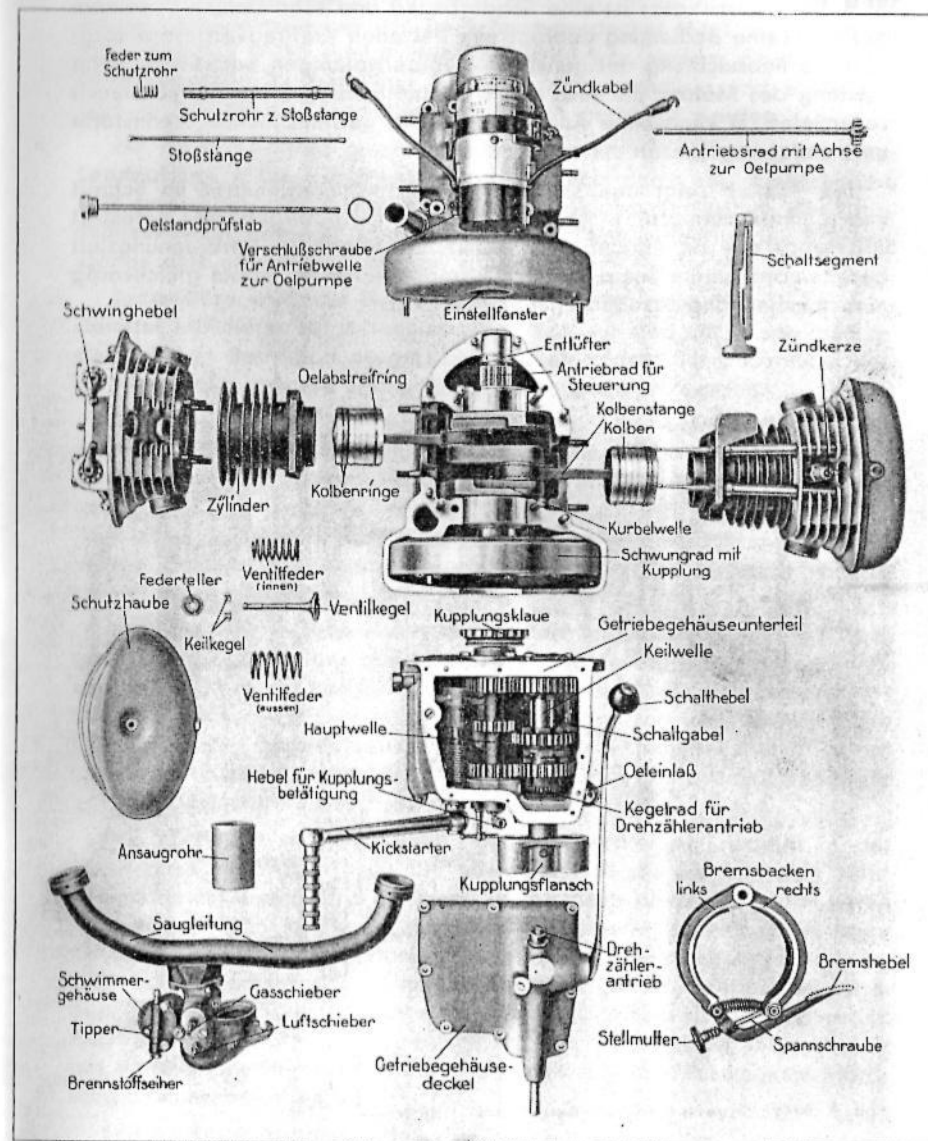
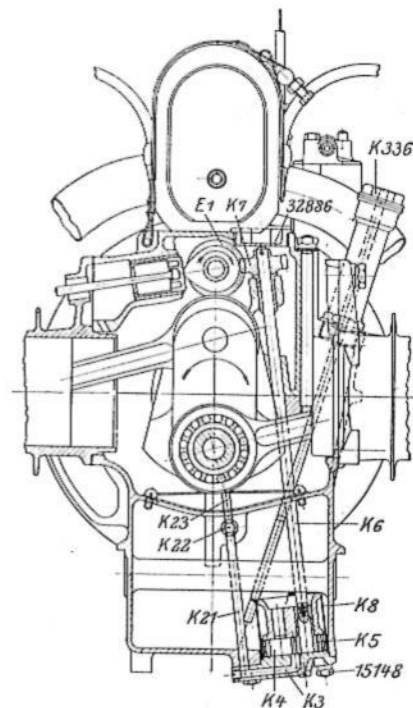
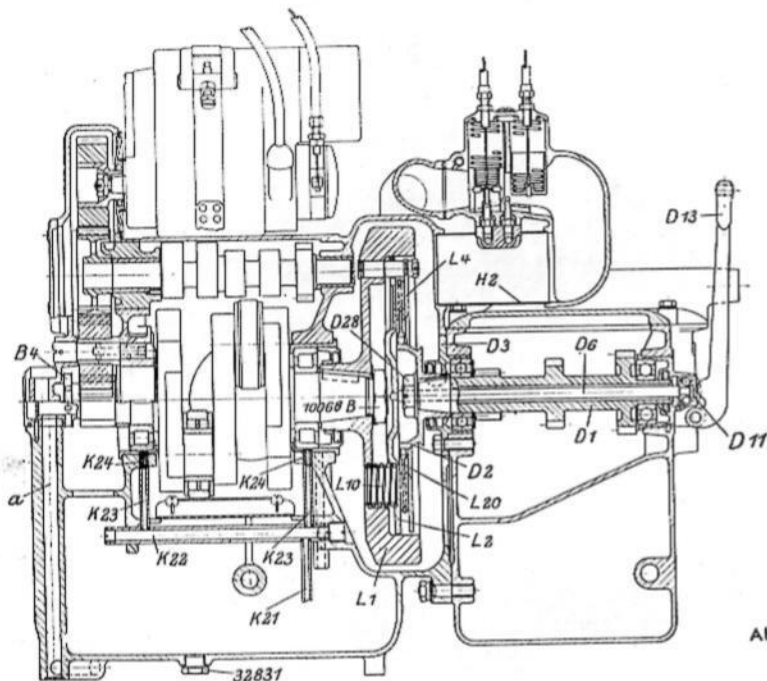
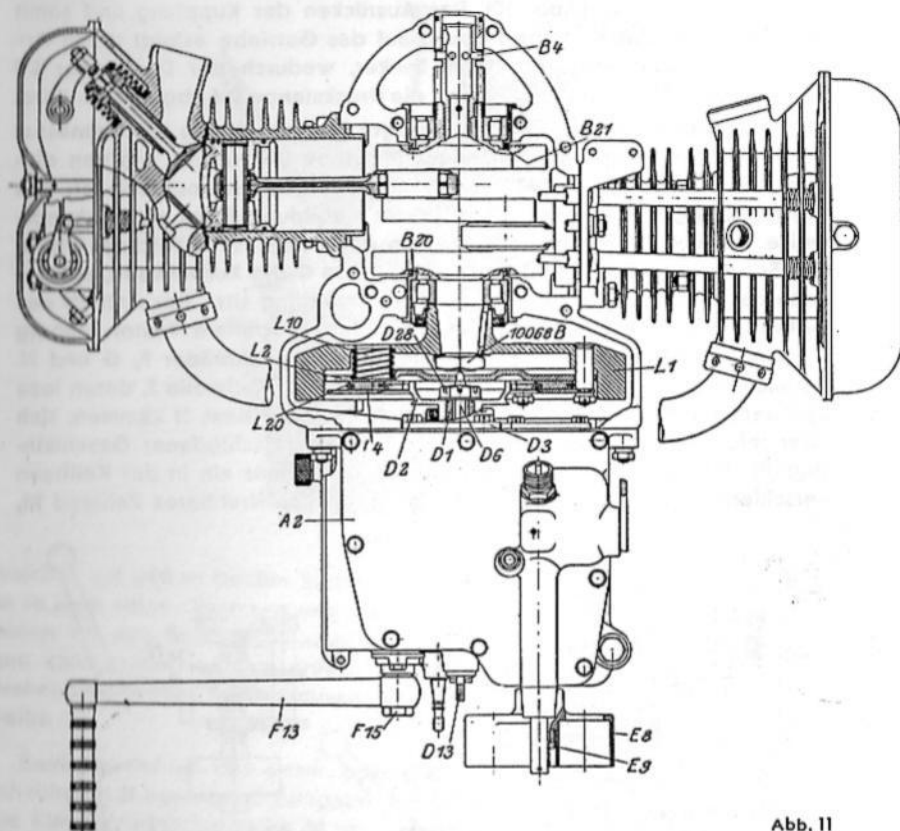

Abb. 6. Der Motor vom Rad R 57 in seine Hauptteile zerlegt
Abb. 9
Abb. 10
Abb. 11
7. Entlüftung: Die Entlüftung des Kurbelgehäuses ist durch einen Drehschieber **B 4** (Abb. 10 u. 11) gesteuert, der von dem vorderen Kurbelwellenende aus angetrieben wird. Der im Motorgehäuse durch das Einwärtsgehen der Kolben entstehende Überdruck wird durch die in das Gehäuse eingegossene Leitung **a** ins Freie geführt. Auf diese Art wird im Motorgehäuse ein geringer Unterdruck erzielt, der ein Austreten von Öl an den Trennfugen des Motorgehäuses wirksam verhindert.
spruchung sichergestellt ist. Eine im Motorgehäuse unterteil eingebaute Zahnradpumpe (Abb. 9) saugt durch einen Seiherr **K8** das Öl durch die Tätigkeit der beiden Zahnräder **K5** und **K4** an, von denen das erstere mittels einer Welle **K6** und Schneckenrad **K7** von der Schnecke **E1** auf der Steuerwelle angetrieben wird. Das Öl wird durch eine Bohrung im Deckel **K3** in das Steigrohr **K21** gedrückt und gelangt in das Ölverteilungsrohr **K22** (Abb. 10) und von hier durch die senkrechten Ölrohre **K23** und die kalibrierten Öldüsen **K24** zu den Verteilerrinnen der Lagerbüchsen **B 20** und **B 21** (Abb. 11), von wo es dann durch Schleuderwirkung in die hohlgebohrten Zapfen der Kurbelwelle und von hier den Pleuellagern zugeführt wird. Die Schmierung der Kolben und Kolbenbolzen erfolgt durch das von der Kurbelwelle gegen die Zylinderwandungen geschleuderte Öl.
Wichtig! Vor Auseinandernehmen der Motorgehäusehälften zuerst Verschlussschraube 32886 entfernen, dann Antriebswelle K 6 mit Schneckenrad K 7 mittels Flachzange herausziehen. Hiernach können die Motorgehäusehälften auseinandergenommen werden. (Abb. 9.)
10. Kupplung: Als Kupplung dient eine in Abb. 10 und 11 im Schnitt gezeigte Einscheibenkupplung. Der treibende Teil ist das Schwungrad **L 1**, das auf dem Konus der Kurbelwelle aufgekeilt und durch Mutter **10168 B** gesichert ist. Sechs auf der Scheibe des Schwungrades sitzende Druckfedern **L 10** liegen mit ihrem anderen Ende in Vertiefungen eines Drucktellers **L 2** und pressen diesen gegen eine beiderseitig mit Reibbelag versehene Zwischenscheibe **L 20**. Hierdurch drückt letztere gegen die nicht verschiebbare Schlußscheibe **L 4** und nimmt diese bei der Drehung des Motors mit. Die Zwischenscheibe **L 20**, die auf der Kupplungsklaue **D 2** sitzt, überträgt somit die Drehung auf die Hauptwelle **D 1** des Getriebes.
und Druckstück **D 11** (Abb. 10). Das Ausrücken der Kupplung und somit Unterbrechung der Kraftübertragung auf das Getriebe erfolgt durch Anziehen des Betätigungshebels am Lenker, wodurch der Druckteller **L 2** von der Zwischenscheibe **L 20** durch die Druckstange **D 6** abgehoben wird.
befindliche Ablaßschraube **32831** (Abb. 10) mittels des dem Werkzeuge beigegebenen Schlüssels, worauf das Öl abfließt. Den Ölseier reinige man bei dieser Gelegenheit durch Auswaschen mit Benzin.
Bei dieser Gelegenheit sei darauf hingewiesen, daß auch die beste Bremse einer gewissenhaften Wartung bedarf, insbesondere verölte Bremsbeläge ein Versagen der Bremse verursachen können. Ein Nachstellen der Hinterradbremse kann mittels der am Bremspedal angeordneten Stellmutter (Abb. 6, unten rechts) geschehen; jedoch ist dies nur äußerst selten erforderlich. An der Vorderradbremse kann eine Nachstellung in geringem Umfange durch Anziehen der Verstellschraube 480 (Abb. 21) am rechten Gabelschaft ausgeführt werden. Größere Nachstellungen erfolgen durch Lösen der Klemmschraube 345 des kleinen Bremshebels 342 an der Nabe und dessen Vorrücken. Zum Ersatz der Bremsbeläge muß das Vorderrad ausgebaut (S. 36) und der Bremsdeckel 327 abgenommen werden.
Das Innere des **Getriebes** ist nach Abnahme des Vergaser- und Schwimmergehäuses mit Ansaugrohr **H 2**, sowie Entfernen des Getriebegehäusedeckels **A 2** leicht zugänglich (Abb. 6, 10, 11 und 20). Zwecks Ausbaues der Keilwelle **E 10** entferne man zunächst den Kupplungsflansch **E 8** nach Herausstoßen des Sicherungsstiftes und Lösen der Keilwellenmutter **E 9** (Abb. 11) mit dem Steckschlüssel Tl. Nr. 1304, dann entferne